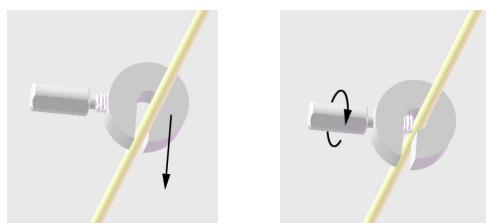

Abbildung 2: Anlegen des DBS-Elektrodenanschlags
5. Die gewünschte Tiefe der DBS-Elektrode mit einem Messinstrument oder Lineal messen und den DBS-Elektrodenanschlag an der Länge anbringen. Zum Anlegen des DBS-Elektrodenanschlags die DBS-Elektrode in die Mitte des Elektrodenanschlags schieben und anschließend die Schraube festziehen (Abbildung 2). Dadurch wird sichergestellt, dass die DBS-Elektrode mit der korrekten Tiefe eingeführt wird.